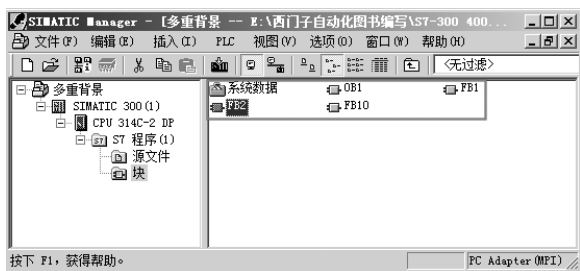
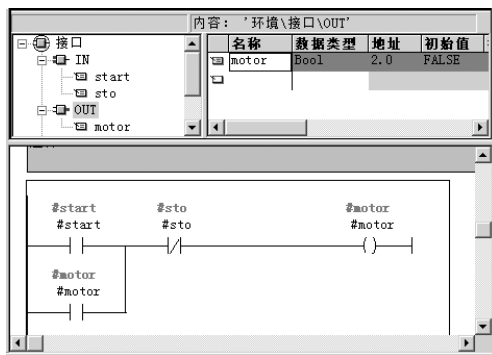

图 5-50 新建项目和 3 个空的功能块
图 5-51 功能块 FB1
- 1) 新建项目和 3 个空的功能块，如图 5-50 所示，双击并打开 FB1，并在 FB1 中创建起停控制功能的程序，如图 5-51 所示。